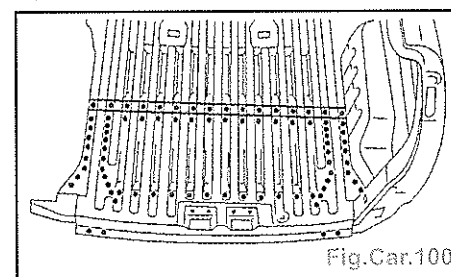

Fig.Car.100
- Poser le plancher AR par recouvrement (Fig.Car.100).